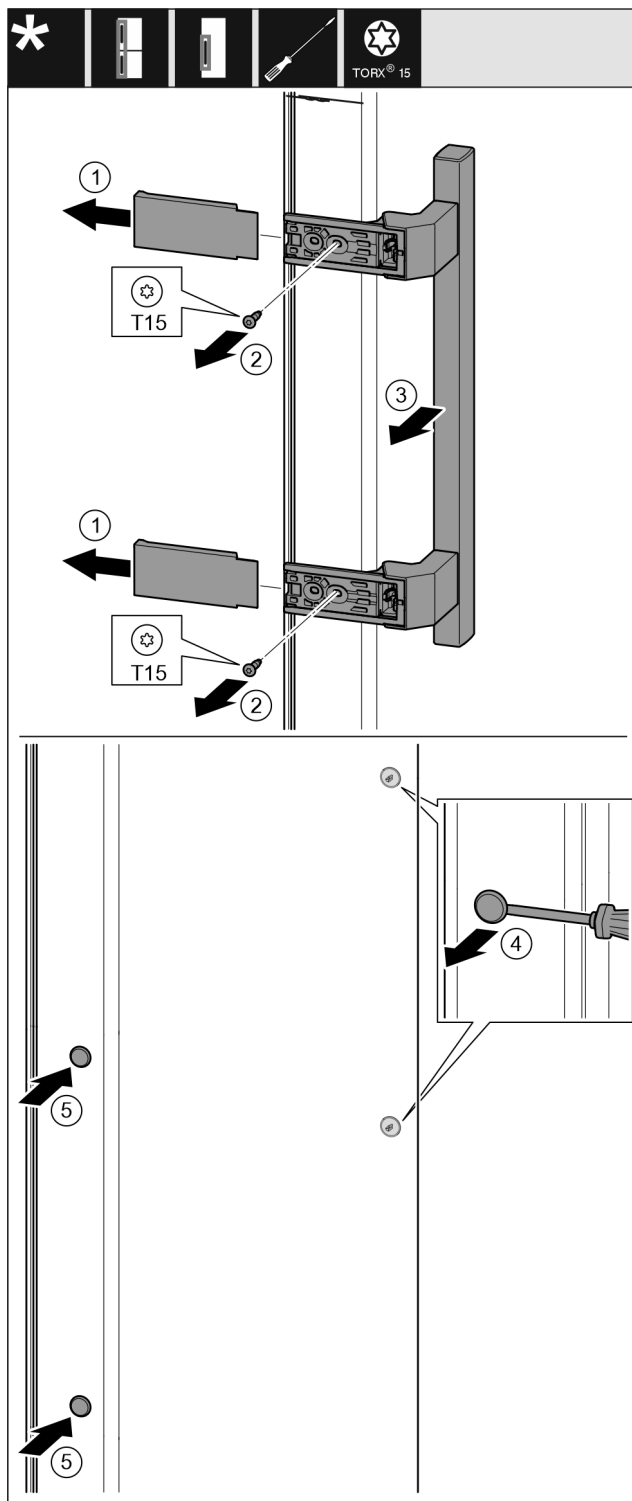

Fig. 18
- ▶ Свалете капака. Fig. 18 (1)
- ▶ Отвийте винтовете с отвертка Torx 15. Fig. 18 (2)
- ▶ Свалете дръжката. Fig. 18 (3)
- ▶ С плоска отвертка внимателно повдигнете страничната тапа и я извадете. Fig. 18 (4)
- ▶ Отново поставете тапата от другата страна. Fig. 18 (5)